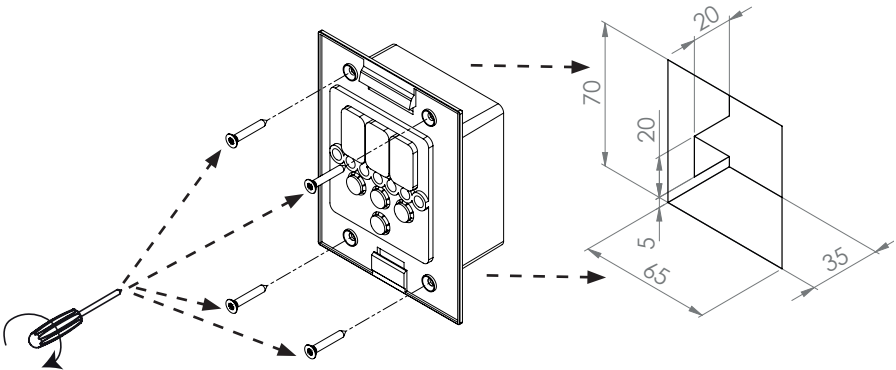
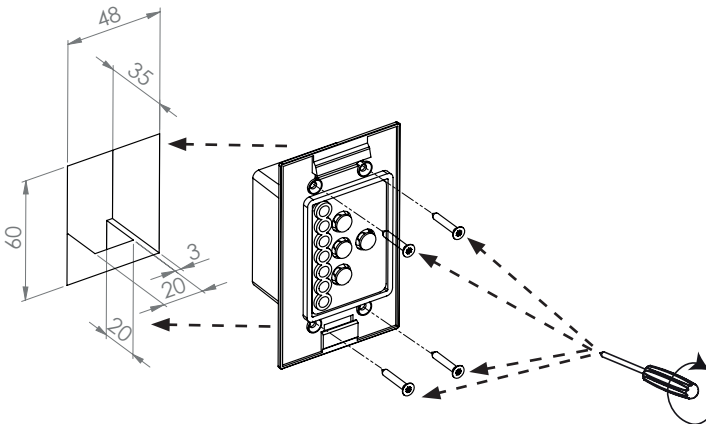

Abb.5 Montage Bedienteil Pro D
Abb.6 Montage Zusatzausgang Bedienteil (optional)
1. Mit beispielsweise einer Stichsäge die Ausnehmung 70 x 65 oder 60 x 48 mm schneiden (siehe **Abb.5** und **Abb.6**).